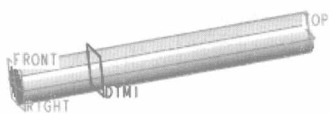

图 1.2.4 添加基准平面 DTM1
Step4. 添加如图 1.2.4 所示的基准平面——DTM1。选择下拉菜单 **插入(I)**  $\rightarrow$  **模型基准(M)  $\rightarrow$  平面(P)...** 命令, 系统弹出“基准平面”对话框。选择 RIGHT 基准平面为参照, 在“基准平面”对话框中选择约束类型为 **偏移**, 输入偏移值为 60。